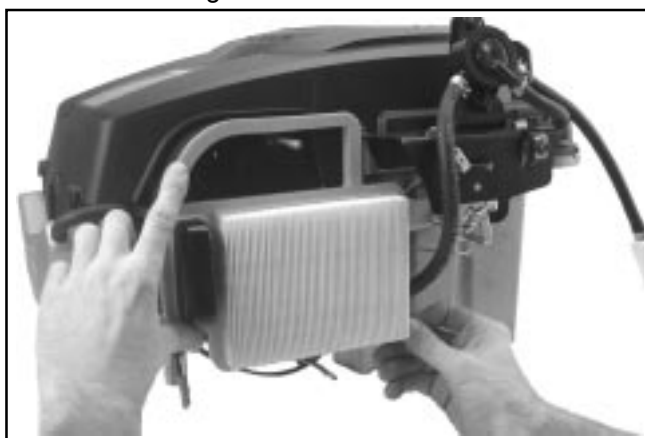

Figure 10-75. Installation de l'élément du filtre à air.
1. Installer l'élément du filtre à air avec le côté cannelé vers l'extérieur. Monter le joint en caoutchouc le long des bords de la base du filtre à air. Voir la Figure 10-75.